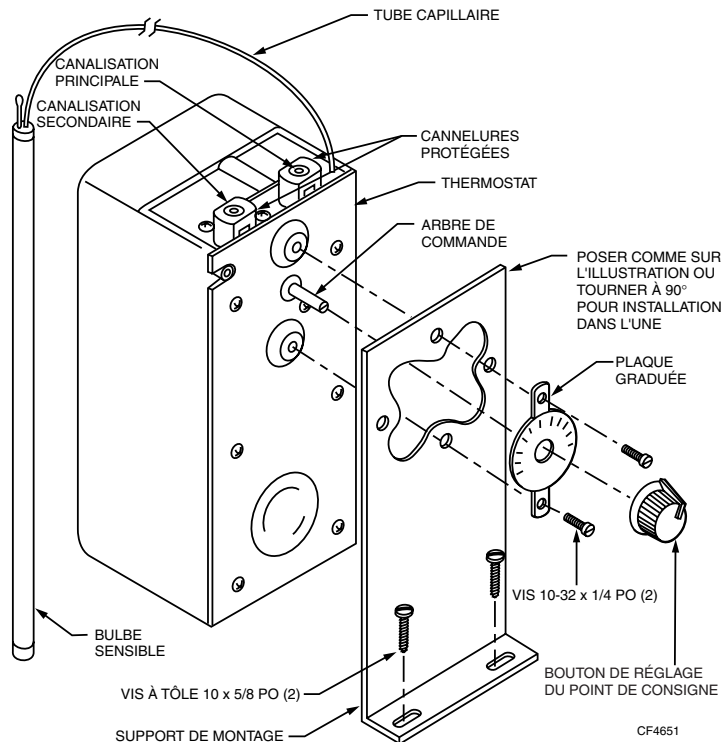

Fig. 17. Assemblage du thermostat, du support de montage et de la plaque graduée.
1. Assembler le thermostat, le support de montage et la plaque graduée. Voir la Fig. 17.
4. Tenir le thermostat à l'endroit où il sera posé et marquer le centre des trous de vis dans l'unité terminale. Voir la Fig. 17.